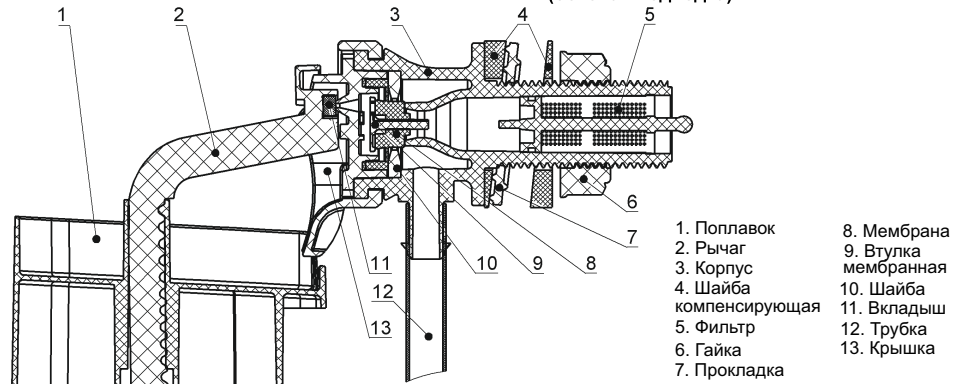

Рис. 1 - Клапан впуска
2. Для регулировки уровня воды в бачке переместите поплавок 1 по рычагу 2 вверх или вниз (см. рис.1)
1.Клапан впуска (рис.1 на обороте)